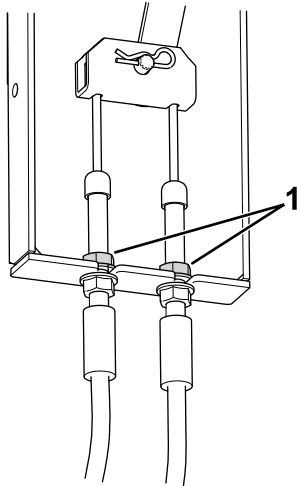

Bild 76
- Lokalisieren Sie die Bremskabelhalterung (Bild 76) unter der linken Seite der Maschine, nahe dem linken Rad.